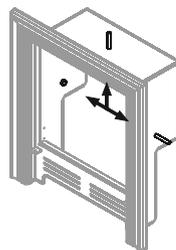

Рисунок 5. Установка топливного канала
2. Установить топливный канал в проём со стороны предбанника. Топливный канал закрепляется изнутри тремя анкерными болтами с гайкой М8×40 к стене (см. рисунок 5).